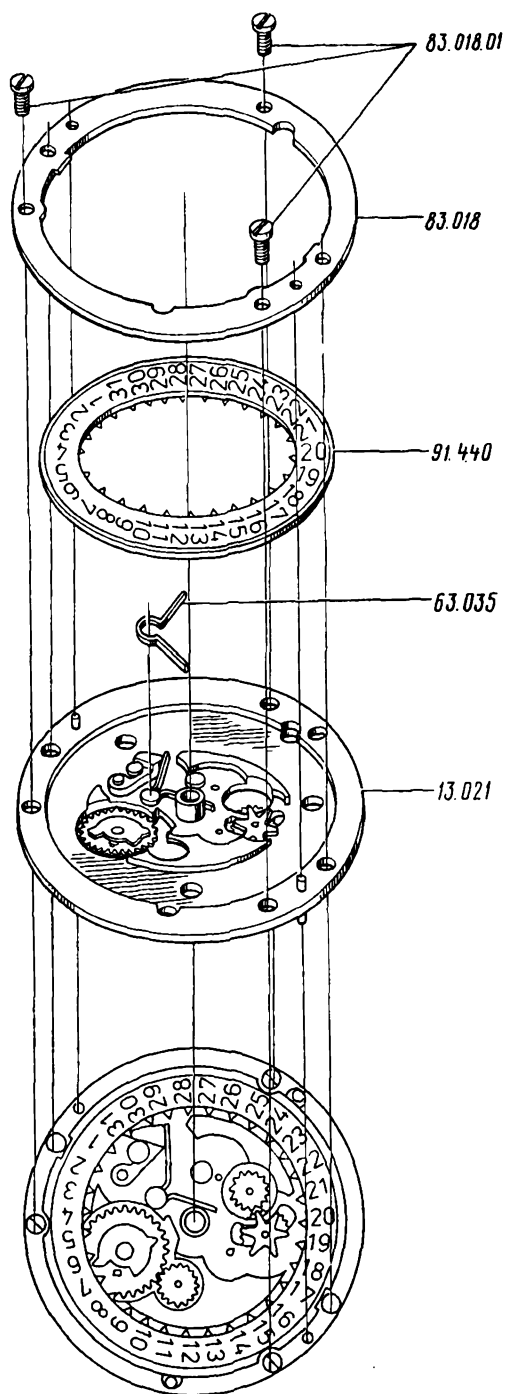

Рис. 161
21. Отвернуть и снять винты накладки указателя чисел месяца (рис. 161)